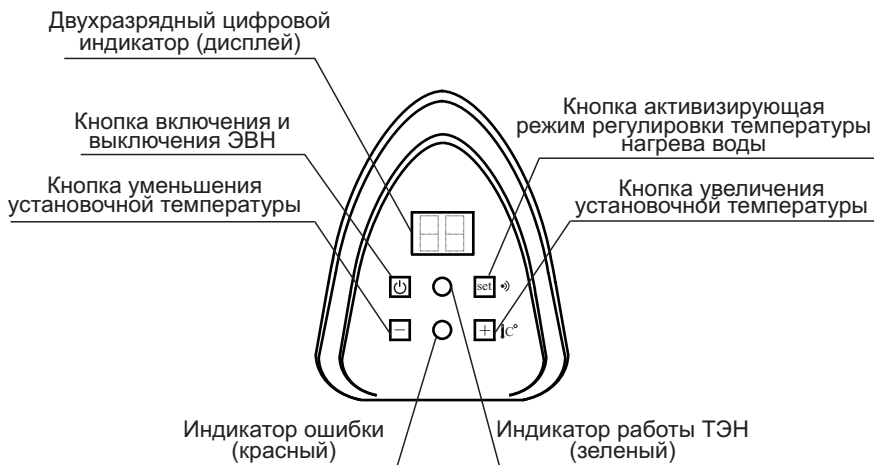

Рисунок 2 - Панель управления ЭВН
- Органы управления контроллера расположены на панели управления ЭВН (смотри рисунок 2), смонтированной на лицевой стороне прибора.
- После заполнения ЭВН водой, вставьте вилку шнура питания в розетку. Контроллер ЭВН должен отреагировать на это действие миганием дисплея на панели управления ЭВН (см. рисунок 2) и кратковременным, 1-2 секунды, включением лампочек индикации (зеленая и красная).